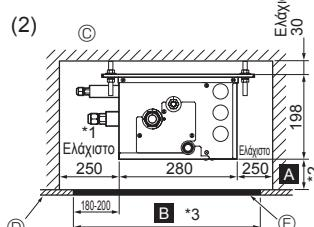
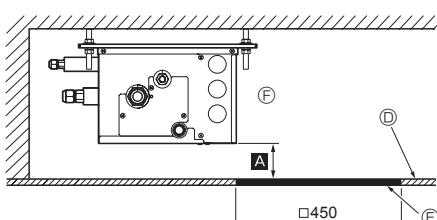

Fig. 4-6
Fig. 4-7
(2) Πλαϊνή όψη (Fig. 4-6, Fig. 4-7)
Στην περίπτωση που είναι “□ 450” δημιουργήστε μια οπή συντήρησης στην πλευρά της πλακέτας κυκλώματος (όπως φαίνεται στο Fig. 4-7). “Τουλάχιστον 300 mm” απαιτείται ως απόσταση για το Ⓑ.